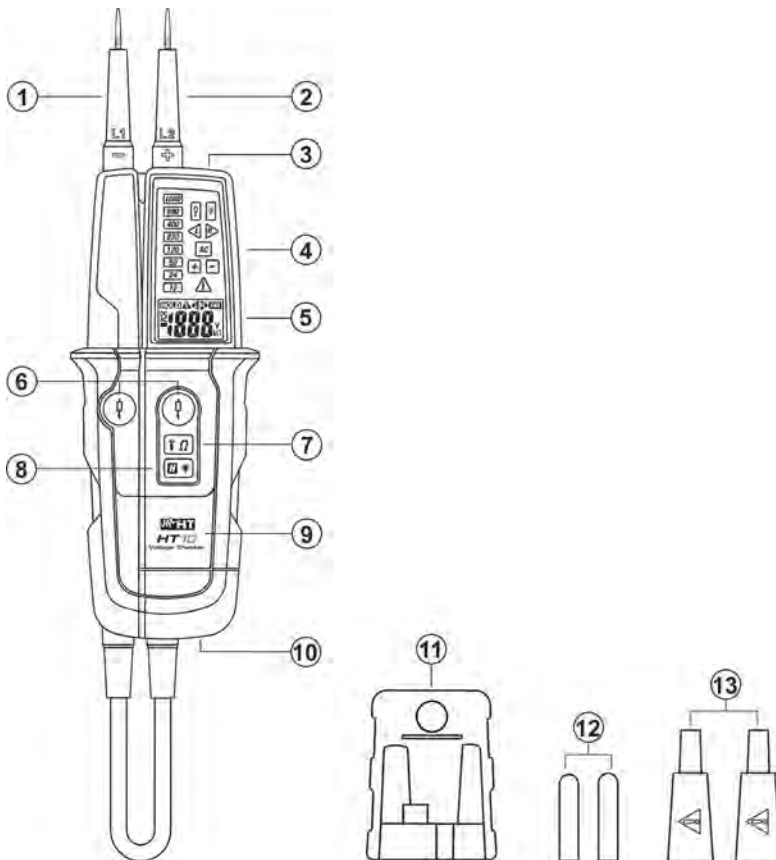
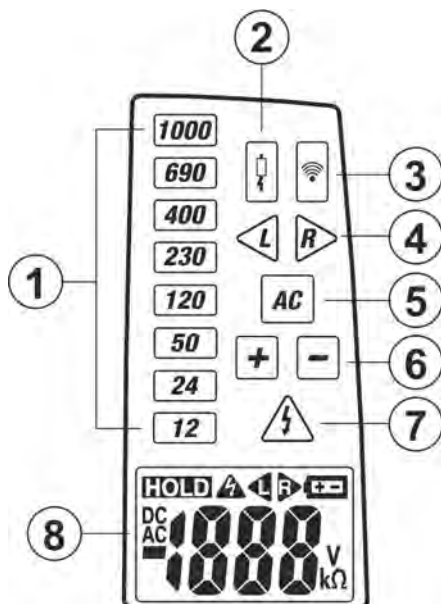

Abb. 1: Beschreibung des Geräts
Abb. 2: Beschreibung von der Warn-LED
4. **Drücken Sie die zwei Tasten gleichzeitig (siehe Abb.1 – Teil 6). Die reale vorhandene Spannung wird durch Einschaltung der roten LEDs und im Display angezeigt. Das Symbol AC und die Mess-LED mit niedriger Impedanz (siehe Abb.2 – Teil) werden angezeigt.**